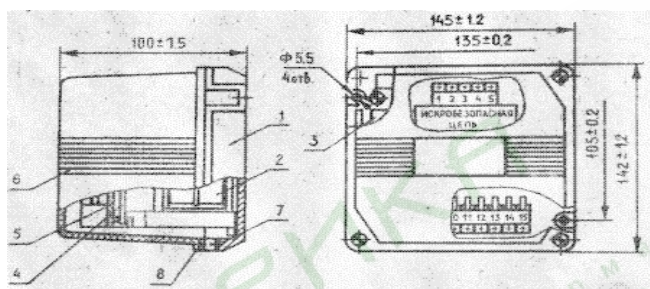

Рисунок 1. Габаритные и установочные размеры блока контроля сопротивления типа БКС-3.
1. Конструкция блока приведена на рис.1. Блок состоит из основания 1, на котором крепятся трансформатор 2, реле 3, печатная плата 4, клеммная панель 5, крышка 6. Уплотнительные прокладки 7,8 обеспечивают пыле- и влаго- защиту блока.